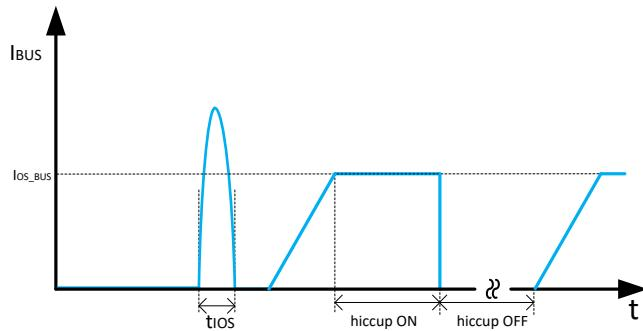

图 10-5. BUS 短路的响应时间
- 第一种情况是当器件通电或启用时 USB 输出出现短路或过载。可能存在浪涌电流，一旦该浪涌电流触发大约 8A 的阈值，就会启用快速关断电路，用于在电流限制控制环路能够响应前的  $t_{I_{OS\_USB}}$  内关闭 USB 电源开关（如图 10-5 所示）。触发快速关断后，USB 电源开关电流感测放大器在此期间被过度驱动，并暂时禁用内部 N 沟道 MOSFET 以关闭 USB 端口。然后，电流感测放大器通过软启动恢复并改变输出电流。如果 USB 端口仍处于过流状态，则短路和过载会使输出的对地电位接近零，并且电源开关会使输出电流变至  $I_{OS\_BUS}$ 。如果过流限制条件持续时间超过 4.1ms，则相应的 USB 通道进入断续模式，关断时间为 524ms，导通时间为 4.1ms。